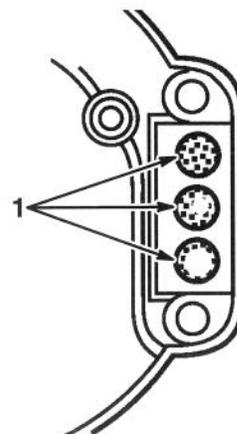

Figure 34
5. Faire tourner le vilebrequin jusqu'à ce que les pistons couvrent les trous d'échappement (Fig. 34).